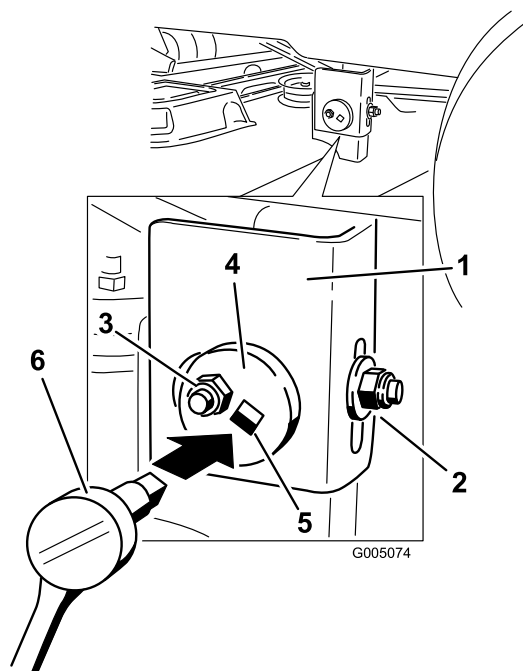

Figura 41
7. En el lado izquierdo de la máquina. Afloje, pero no retire, la tuerca de bloqueo trasera de la barra de soporte (Figura 41).
8. Afloje la tuerca de bloqueo lateral de la barra de soporte lo suficiente para permitir ajustar la placa excéntrica (Figura 41). Utilice una llave de 3/8 de pulgada para manipular la placa excéntrica, introduciendo el cabezal en el orificio cuadrado. Utilice la llave para ajustar la altura de la plataforma del cortacésped a la altura deseada.
9. Cuando la plataforma esté en la posición deseada, apriete la tuerca de bloqueo lateral de la barra de soporte para fijar la posición nueva (Figura 41).